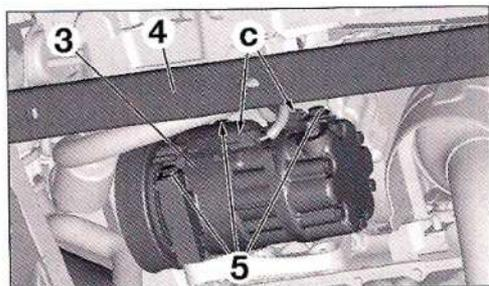
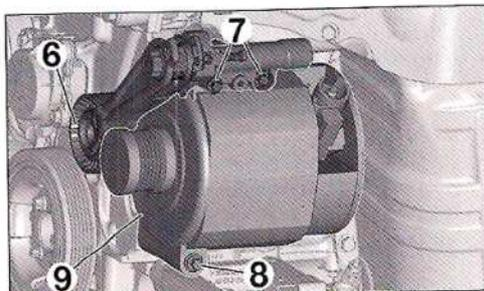

FIG. 12
FIG. 13
- Desconectar la alimentación del alternador en (A) y (B).
- Sacar los conectores (3) en (c) (Fig.12).
- Desmontar el travesaño anterior de la cuna (4) y los tornillos (5) (Fig.12).
- Separar con precaución y embriar el compresor (3) (no es necesario abrir el circuito de refrigerante).
- Los tornillos (7) (Fig.13).
- El rodillo tensor dinámico (6)
- El tornillo (8) y el alternador (9).